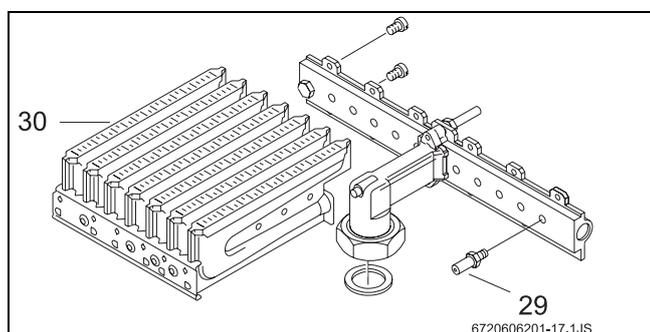

Fig. 15
- ▶ Smontare il bruciatore dalla rampa ugelli separandolo in due parti tramite le sue apposite viti (→Fig. 15, pos. 30) e sostituire gli ugelli (→Fig. 15, pos. 29)